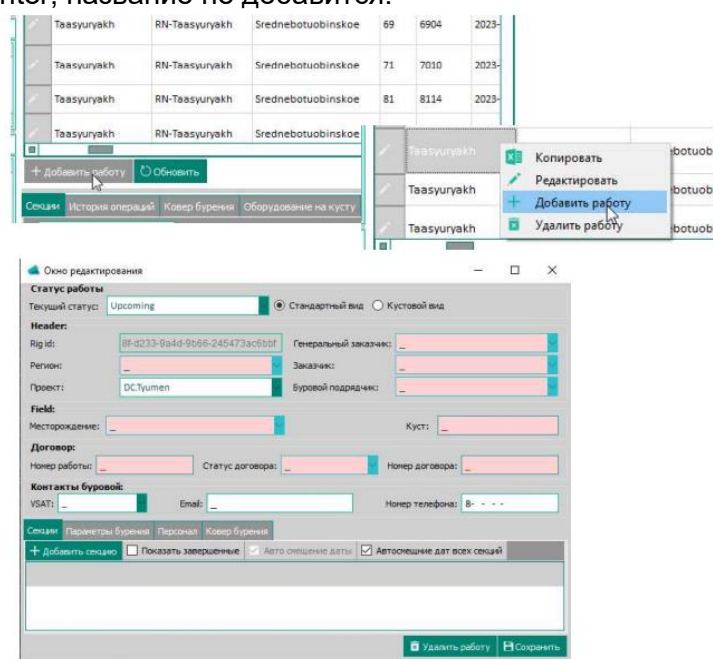

Рис.5
1. Добавление новой работы осуществляется с кнопки «Добавить работу» или правой клавишей мыши в списке работ «Добавить работу» или в списке кустов «Добавить работу для куста...» (рис.5).